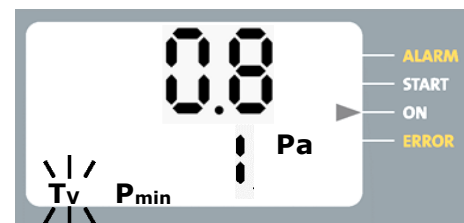

Abb. 13: Verzögerungszeit aktiv
1. Unterschreitet der gemessene Differenzdruck den eingestellten Differenzdruckgrenzwert ( $P_{min}$ ) blinkt das Zeichen „ $T_v$ “ (Abb. 13).